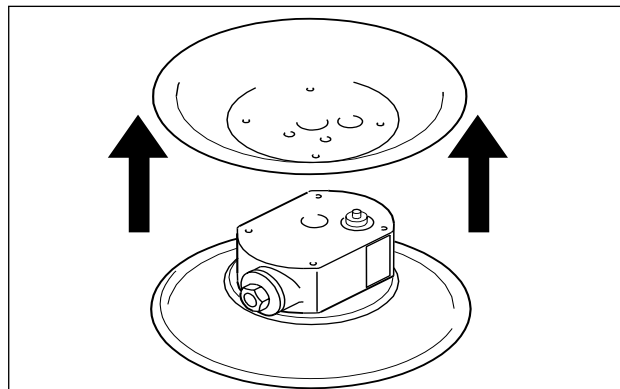

Fig. 12: Desmontagem das câmaras de ar
- Desaparafusar as câmaras de ar do bloco central (apenas nas bombas metálicas; excepção: bombas de diafragma DB, DH) (Fig. 12).